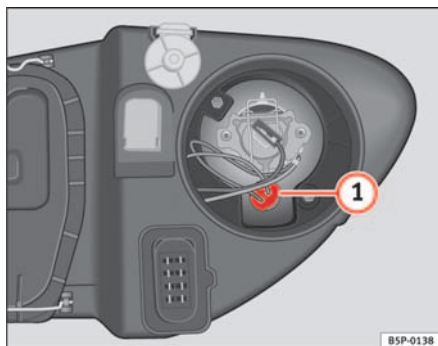

Abb. 162 Standlicht
- Die Fassung ⇒ Abb. 162 **1** herausnehmen.